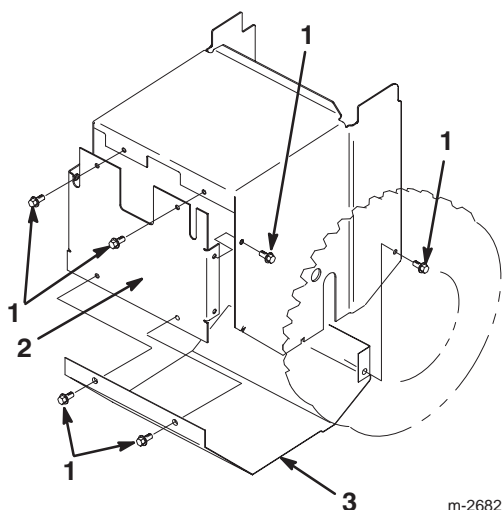

Figure 33
5. Enlevez les huit boulons de fixation des plaques de protection arrière et inférieure et déposez celles-ci (Fig. 33).